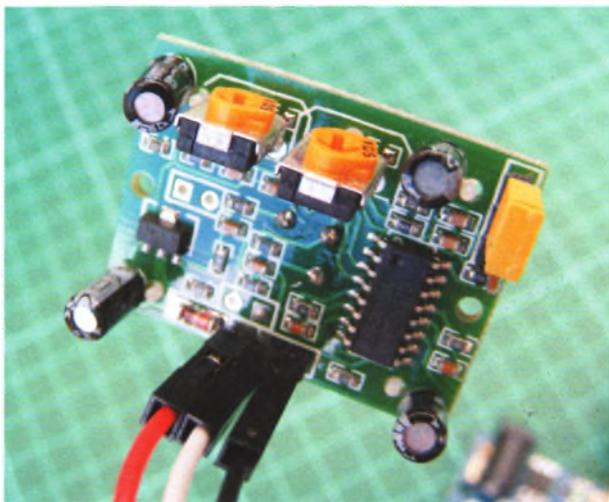

РИСУНОК 21.4
1. Подключите контакты датчика движения 5V и GND к шинам питания и заземления макетной платы, соответственно, а затем соедините эти шины с соответствующими контактами платы Arduino. Подключите контакт OUT датчика к контакту 2 платы Arduino (см. рис. 21.4).